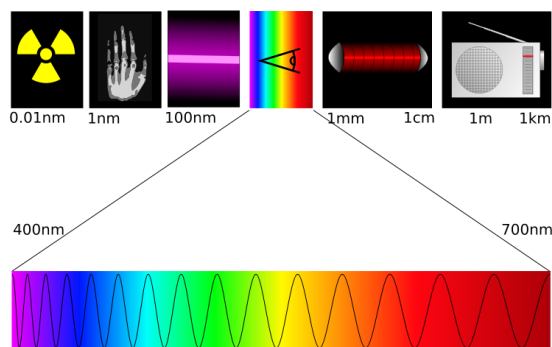

Figure 2. Spectre électromagnétique.
2. En **1873** James Maxwell à Londres publie son traité d'électromagnétisme et en **1887** Heinrich Hertz à Karlsruhe (Allemagne) vérifie par l'expérience les théories de Maxwell. Les ondes électromagnétiques sont nées. Elles se répartissent selon le **spectre électromagnétique** montré en Figure 2.